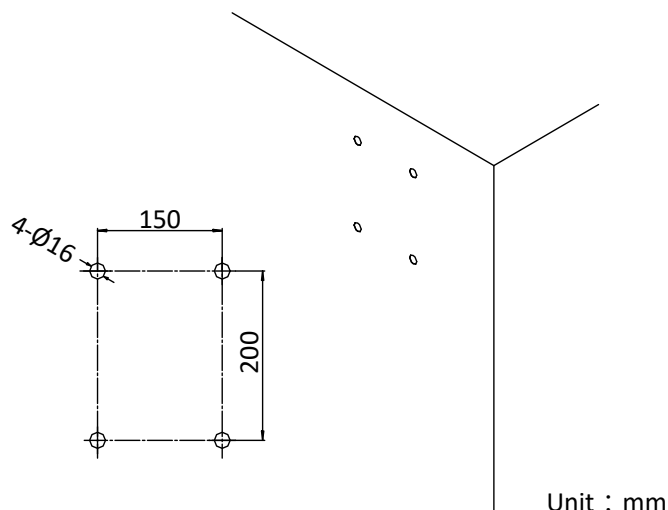

Figure 2-2 ネジ穴を開ける
- 1) Figure 2-2 に示すように、PTZ カメラを取り付ける位置に、ブラケットの穴に合わせて $\varnothing 16$ のネジ穴を 4 つ開けます。